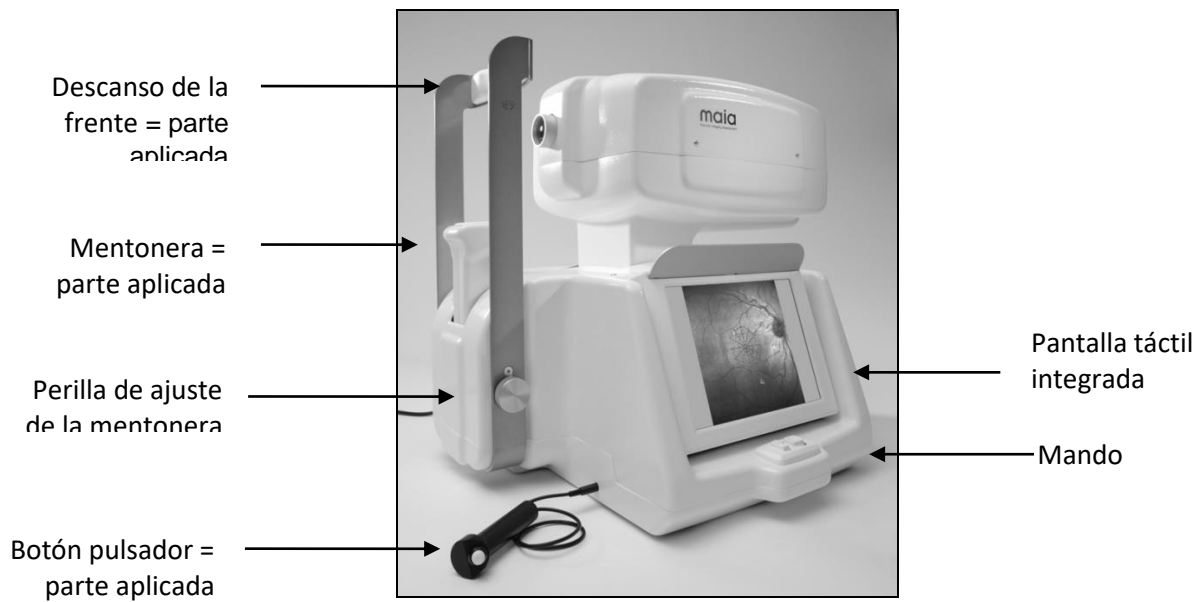

Fig. 5 – Vista frontal MAIA
- conecte el botón pulsador al conector del botón pulsador (véase Fig. 4 o Fig. 5): el botón pulsador lo utilizan los sujetos examinados durante la prueba, como se explica en el apartado 7, artículo 8;